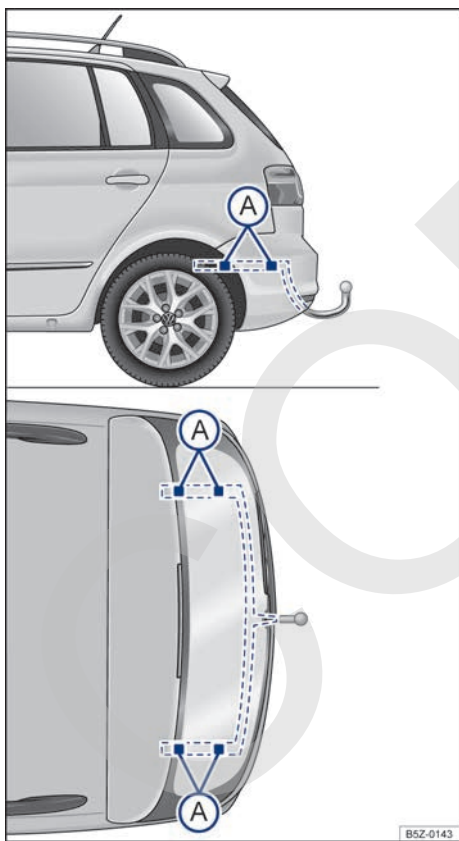

Fig. 131 Puntos de fijación para el montaje posterior de un enganche para remolque.
La figura → fig. 131 muestra, por ejemplo el punto de fijación para el montaje de un enganche para remolque Nuevo Suran. El modelo Nuevo Suran Cross sigue el mismo concepto.
El montaje posterior de un enganche para remolque se deberá realizar siguiendo las instrucciones del respectivo fabricante del enganche, siempre respetando los puntos de fijación indicados en la → fig. 131 (A).